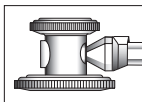

Fig. 2
5. los estetoscopios de la Dual-pista ofrecen un chestpiece giratorio echado a un lado 2, Fig 2.